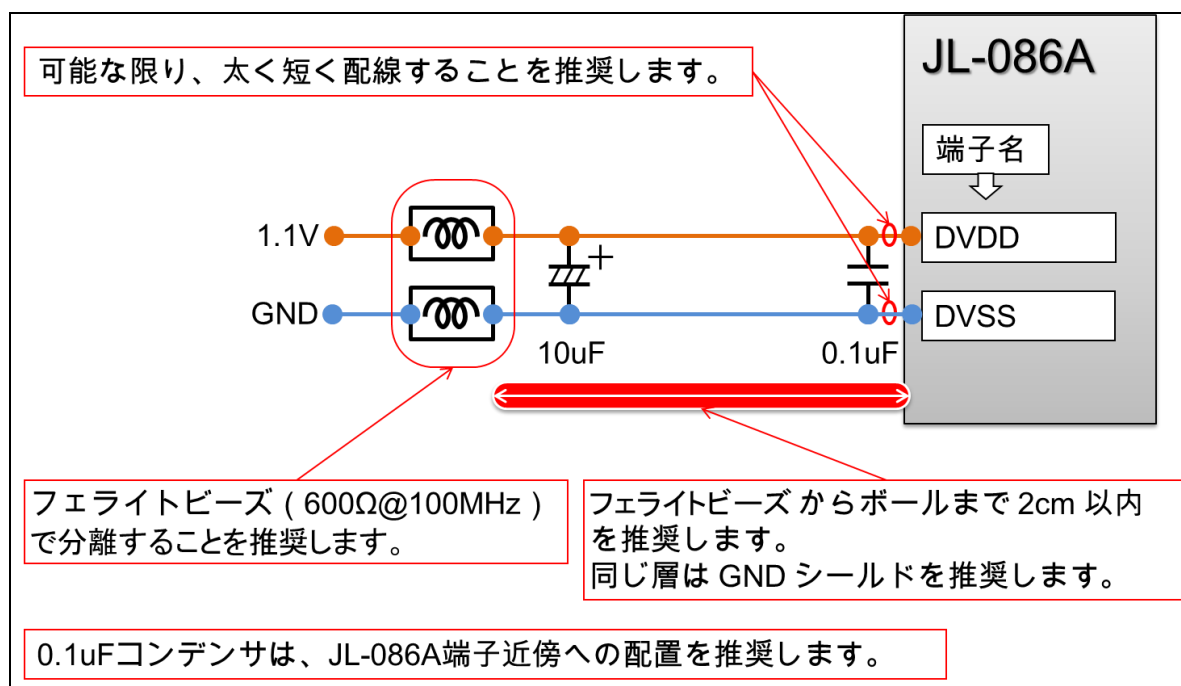

図 C-3 DDRのコアDVDD電源処理
- コア DVDD 電源 : DVDD,DVSS (下記の図 C-3)